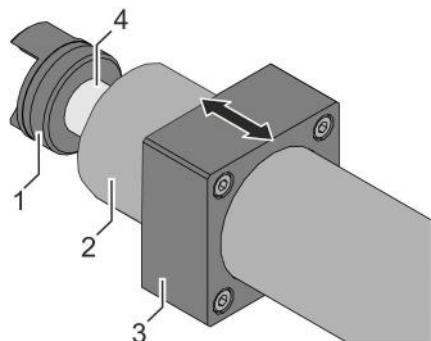

Fig. 26: Montaggio dell'albero sincrono
6. → Spingere i seguenti componenti non montati uno dietro l'altro sul tubo d'acciaio (Fig. 26/4):
- 2 mozzi di serraggio (Fig. 26/1)
- Tubo di protezione (Fig. 26/2)
- 2 flange adattatore (Fig. 26/3)
7. → Posizionare il tubo in acciaio (Fig. 26/4) con i componenti non montati tra i mozzi a vite di entrambe le unità lineari.